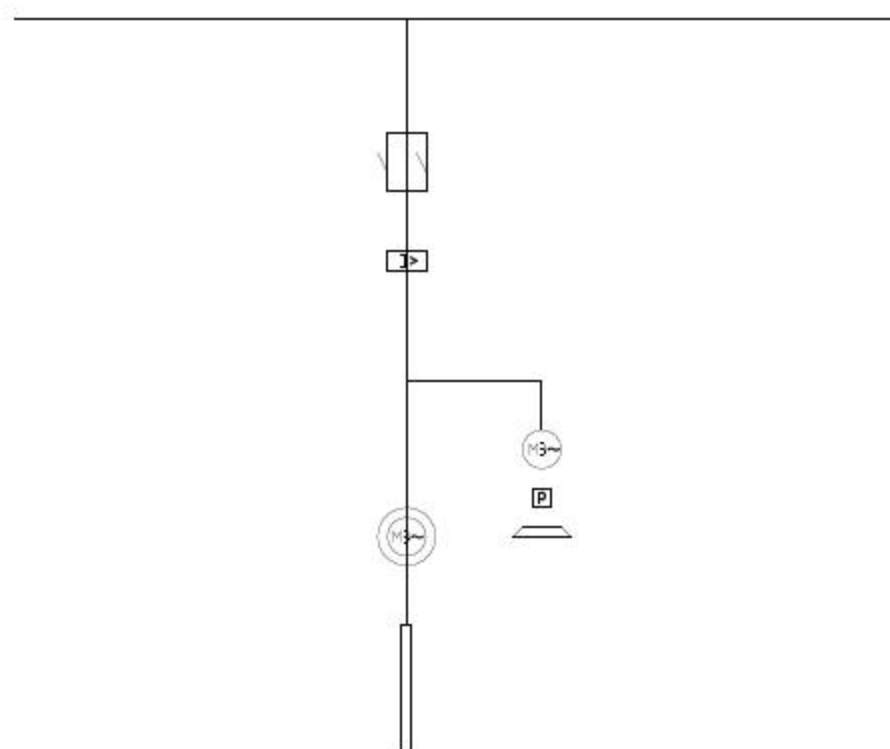

图11-39 调入元件
**02** 调入元件图块。在本书配备资源中的“素材\第11章\电气图例.dwg”文件中选择开关、电动机元件图块，将其复制至系统图中，结果如图11-39所示。